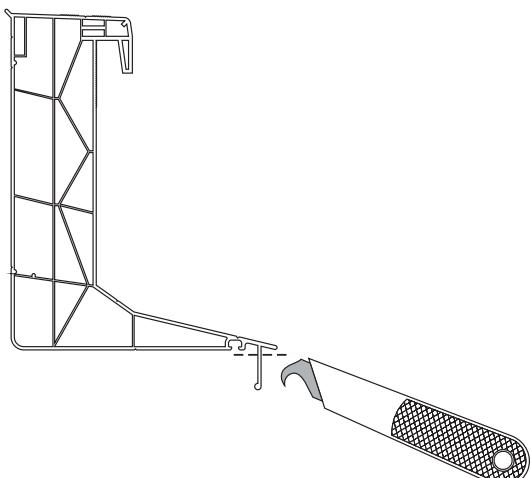

Fig. 3
- Should you wish to fix the PVCU curb 16/0 directly on the roof, please take away the lip at the bottom of the curb with a special bracket cutter (see fig. 3).
- Wenn Sie den PVC Aufsatzkranz 16/0 direkt aufs Dach montieren möchten, können Sie die Lippe unten am Aufsatzkranz mit einem speziellen Hakenmesser entfernen (siehe Bild 3).